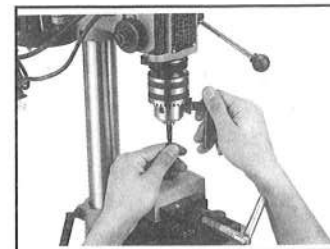

図12
①ドリルをセットするときは、チャック回しでチャックの内径をドリルがスムーズに入る大きさに調整してください。
②次にドリルを差し込み、チャック回しで締めてください。締めるときはドリルをセンターに入れて、チャックの3カ所の穴にチャック回しを入れ、均等に締めつけるようにしてください。図12参照
③穴あけ加工をするときは、パイプ・ワカ等で材料を完全に固定してから作業をするようにしてください。